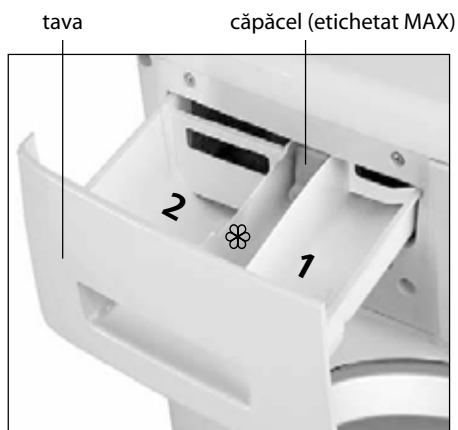
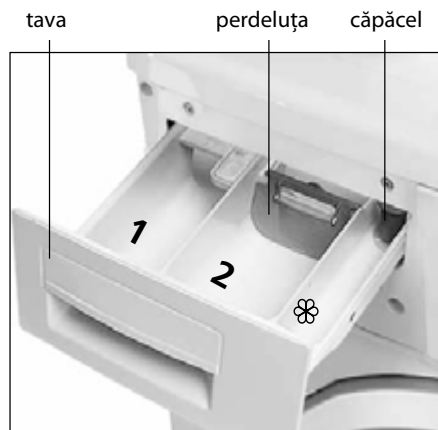
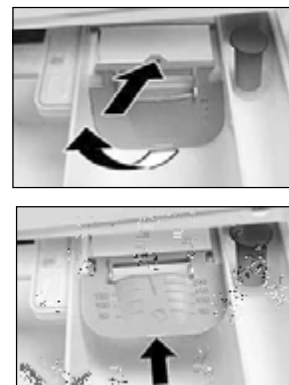

Figura 14
Figura 15
Figura 16
6.2.6 Înainte de a utiliza detergenți sub formă de pulbere în tava așa cum se arată în Figura 15, trebuie să deschideți declanșatorul așa cum se arată în Figura 16: apăsați pe fila pe ea și transferați-o în poziție orizontală, apoi împingeți până la capăt în direcția indicată de săgeată.
6.2.7 Când alegeți funcțiile suplimentare   , se recomandă să utilizați numai detergenți praf, care sunt plasate în împărțiturile 1 și 2, în conformitate cu Figura 14, 15.
În mașina cu o tavă așa cum se arată în Figura 15, înainte de a utiliza detergentul lichid este necesar a transfera declanșatorul în poziție verticală: împingeți-l spre sine până se oprește și lasați.
6.2.9 Supradozajul substanțelor de tratament special în împărțitura ☼ (mai sus de MAX marcat pe capac așa cum se arată în Figura 14 sau eticheta de pe partea laterală a împărțiturii, în conformitate cu Figura 15), precum și intrarea lor în împărțitura vecină reduce calitatea de spălare.